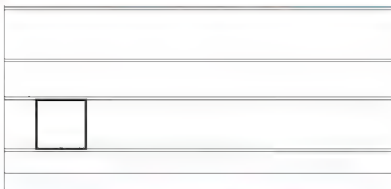

图 4.10 绘制出左下角的 1800mm × 1800mm 窗洞口
- 平面图中①和②轴线之间 C-1 窗的尺寸是 1800mm × 1800mm，①轴线至窗洞口左侧为 1050mm，①轴线至左侧外墙皮为 120mm，所以窗洞口左侧至外墙皮的距离为 1050mm - 120mm = 1170mm。
① 在指定另一个角点或 [面积(A)/尺寸(D)/旋转(R)]：提示下，输入“@1800, 1800”后按 Enter 键结束命令，结果如图 4.10 所示。